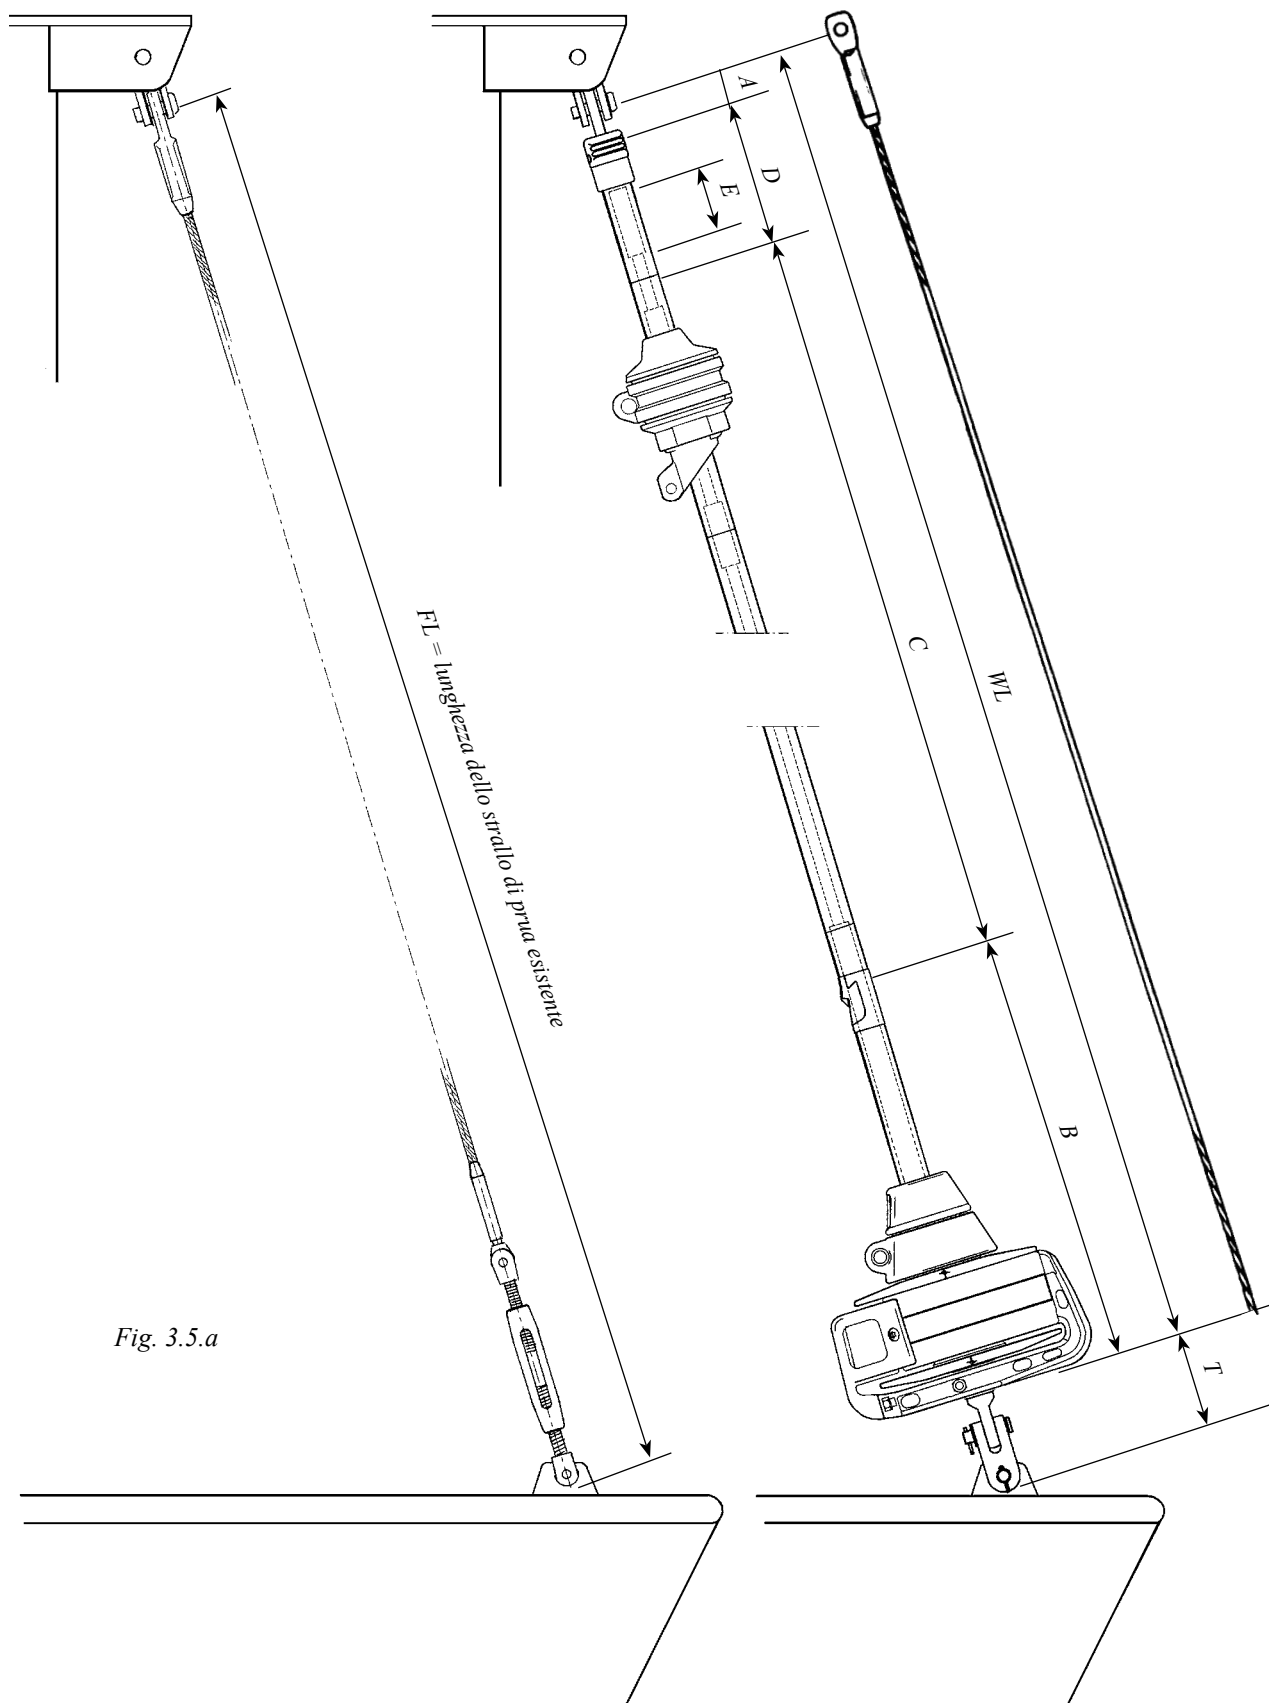

Fig. 3.5.a
16. Controllare la lunghezza FL dello strallo come da tabella 1 (3.5.1) e fig. 3.5.a considerando anche gli eventuali snodi o prolunghe inseriti nella misura H della Tabella 1.